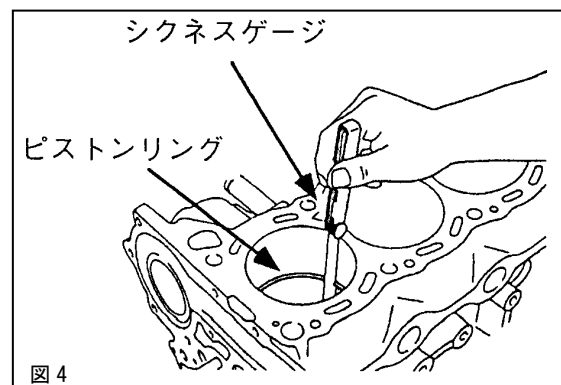

図4
- 5.1 図4のようにピストンリングをボーリングされたシリンダの中間位置までピストンを利用して押し込み、シクネスゲージを用いて合い口隙間を測定してください。